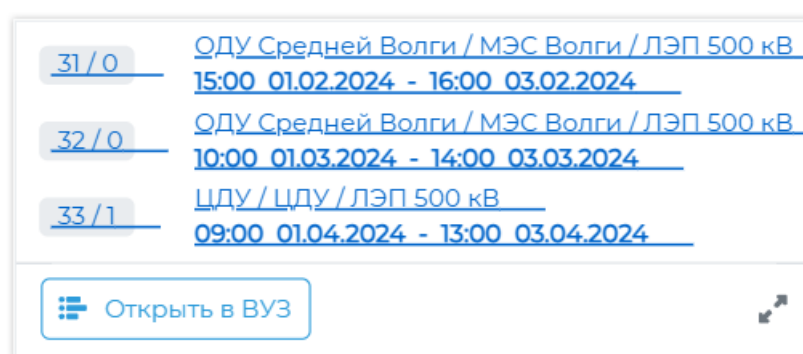

Рисунок 11.38 – Раскрывающийся список заявок с отключением
- на шаге «Шаг 7 - Заполнение просимого времени и аварийной готовности» после поля «Просимое время» отображается пиктограмма «». По нажатию на пиктограмму открывается раскрывающийся список, содержащий заявки с отключением выбранного оборудования с начала года (Рисунок 11.38).